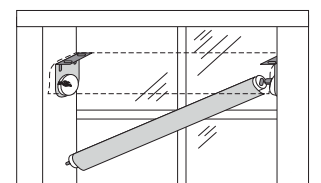

Fig. 6
- Primero, coloque la tapa del sistema de elevación en la unidad de la manivela (Fig. 6).